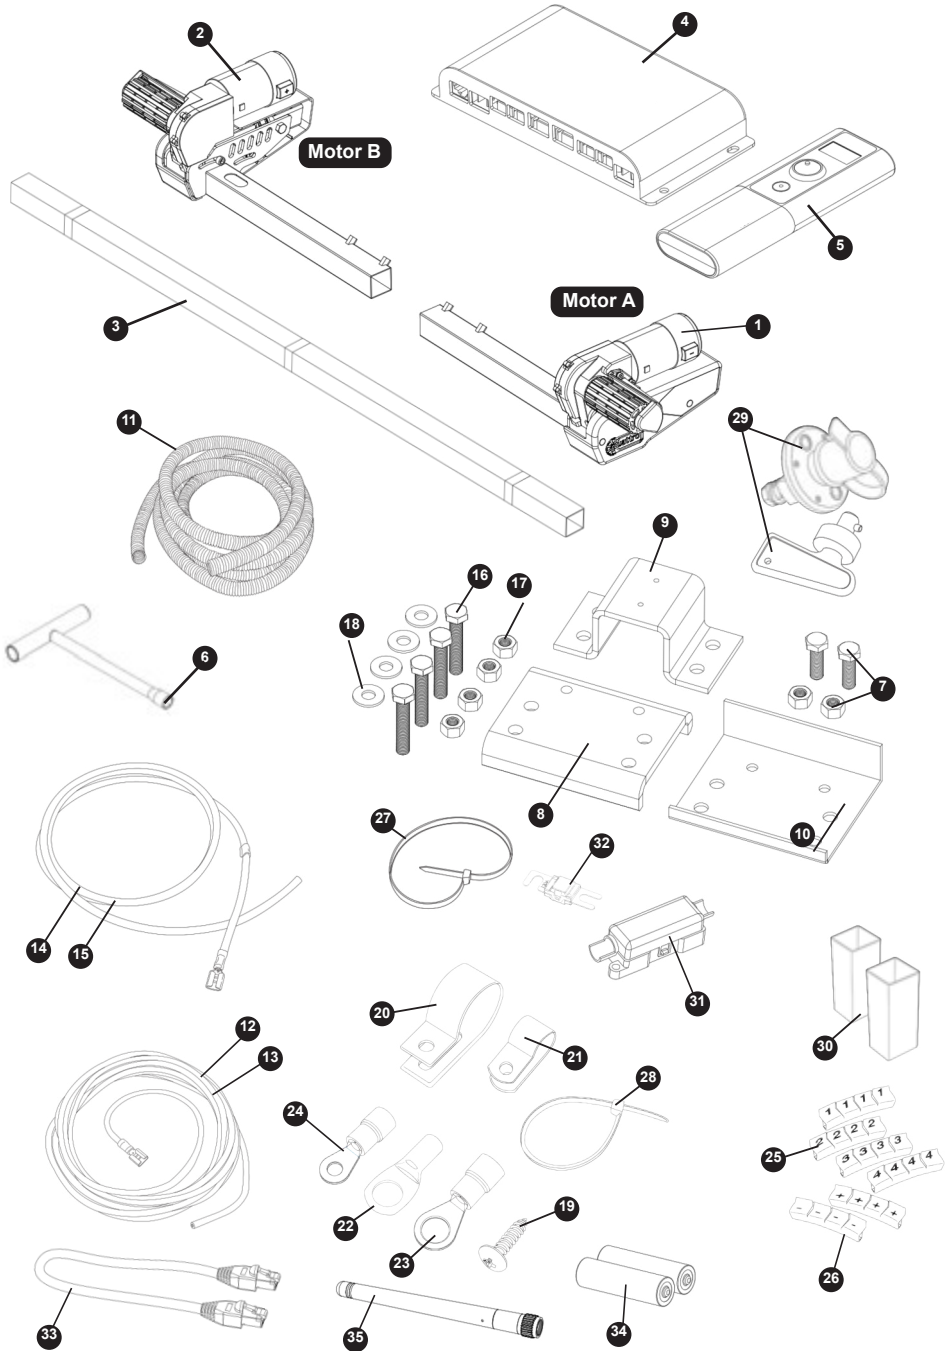
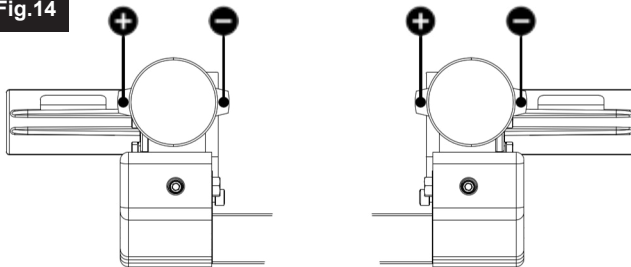

Fig.1
Fig.15
Saml motorrammesiden (1), motorrammesiden (2) og hovedtraversen (3) løst sammen (se fig. 1). Møtrikkerne (Fig.1.A) til fastgørelse af tværstangen må ikke være mere end fingerspændt på dette tidspunkt.
Anbring samlingen (fig. 1) løst under campingvognen. I princippet skal enheden monteres foran campingvognens vejhjul, men hvis det ikke er muligt at montere den i denne position, er det tilladt at montere den bagved hjulene ved at dreje hele enheden 180° grader (bemærk: i dette tilfælde henvises senere til fig. 15 for skemaet for tilslutning af bagakslen). Sørg for, at hovedkrydsstangen (3) er placeret i midten af campingvogn/mover-enheden (midten er markeret). Juster samlingen, så moverullerne er på linje med dækkene, dette kan justeres lidt igen senere.
Start med at tilslutte dit second mover-system ved at følge de samme procedurer, som er angivet i det foregående afsnit "Installation - Elektriske/elektroniske komponenter". Fig. 15 viser ledningsskemaet for denne bagakselopsætning. Fig. 16 kan også bruges til et generelt overblik over, hvordan ledningerne til dobbeltakslen skal opstilles. Følg disse diagrammer nøje for at sikre, at moverne får den tilsigtede strøm og ikke arbejder mod hinanden under drift.